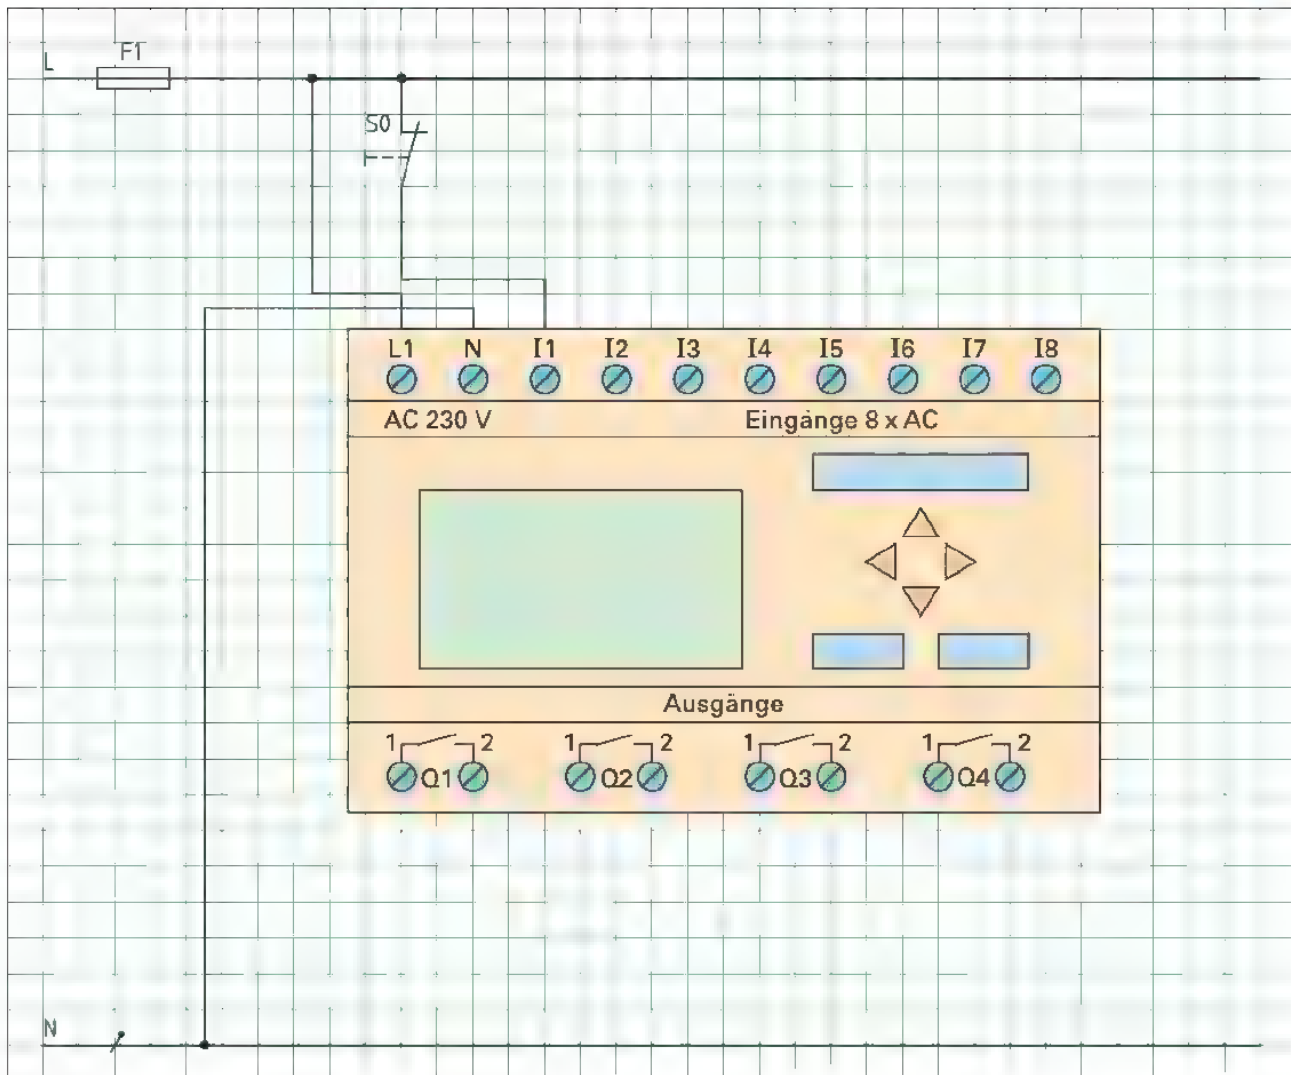

Bild 1: Beschaltung der Kleinststeuerung
- Vervollständigen Sie die Beschaltung der Kleinststeuerung (**Bild 1, Seite 112**) mit allen Betriebsmitteln der Zuordnungsliste (Seite 118) aus Teilaufgabe 4. Informieren Sie sich über die Anschlussbedingungen von Sensoren und Aktoren an den Ein- und Ausgängen eines Kleinststeuergerätes.